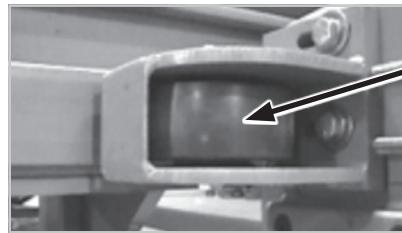

Figure 89
- Inspecter les roues de guidage pour une usure égale indiquant qu'elles sont bien positionnées (Figure 89).